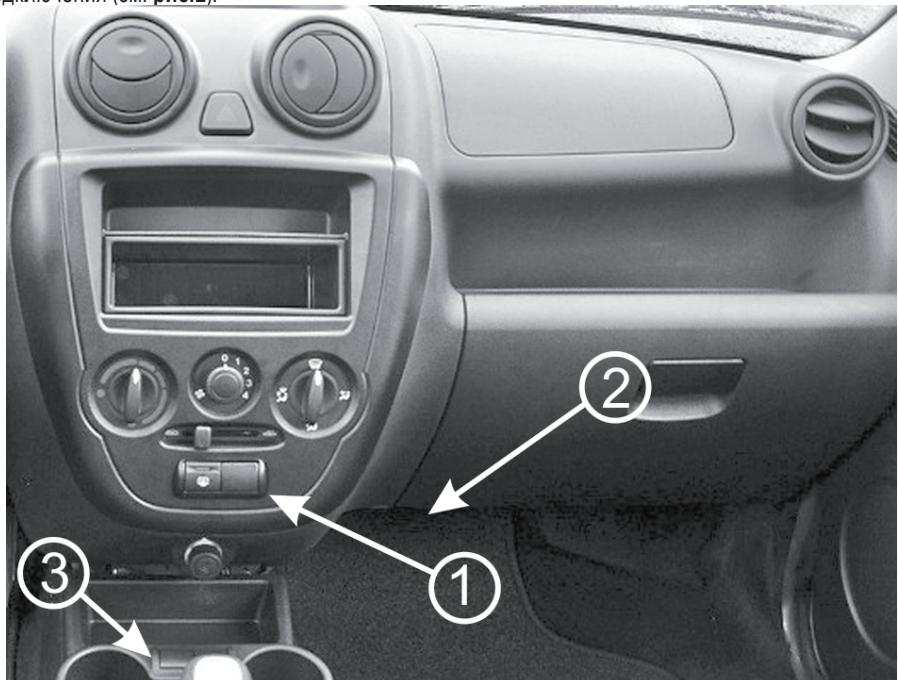

Рис.1 Вид на панель приборов.
ВНИМАНИЕ! Перед установкой тщательно изучите данную схему (см. Рис.1).
4.1.1 Извлеките заглушку панели приборов (поз.1, рис.1).
4.1.2 Протяните жгут проводов БК до диагностической колодки (находится под бардачком слевой стороны (поз.2, рис.1)) и соедините колодку жгута БК к диагностической колодке согласно схеме подключения (см. рис.2).
4.2.3 Извлеките заглушку панели приборов (поз.3, **рис.1**).
4.2.4 Протяните жгут проводов БК до диагностической колодки (находится под бардачком слевой стороны (поз.2, **рис.1**)) и соедините колодку жгута БК к диагностической колодке согласно схеме подключения (см. **рис.2**).